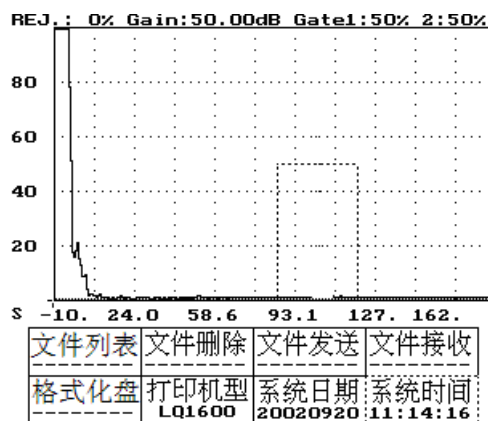

图 13-1
- 4、按方向键——将虚框移到系统时间参数，如图 13-1 所示。